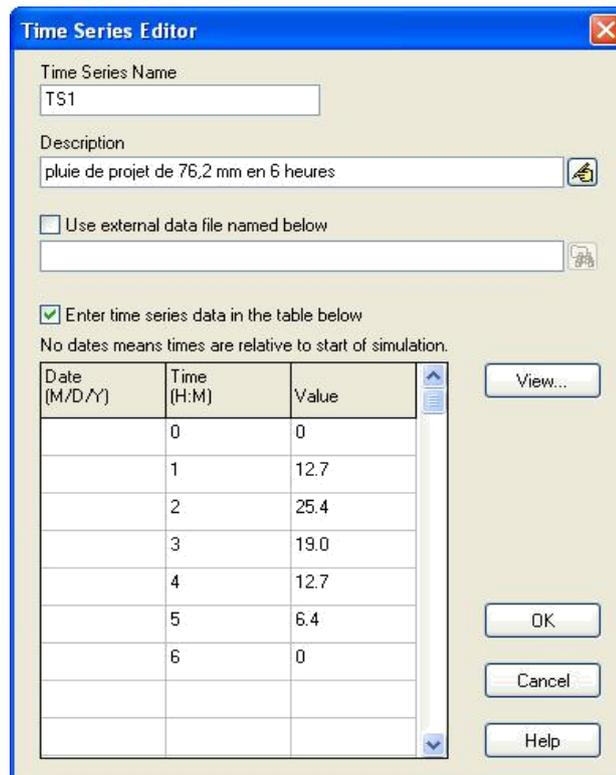

Figure 6: Editeur de séries temporelles (Time Series)
- 2- Cliquer sur le bouton  pour faire apparaître la fenêtre de l'éditeur de série temporelles (cf. figure 6)
- 4- Entrer les valeurs figurant sur la figure 6 dans les colonnes "**Time**" et "**Value**".